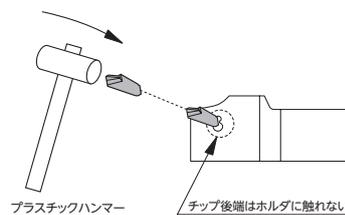

Fig. 1 取付け方法
- チップは、プラスチックハンマーで軽く叩いて押し込んでください(Fig. 1)。(指で掴んで引っ張った時、抜けない程度に押し込む)